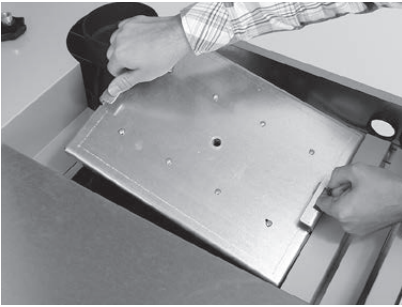

Fig. 107 Deckel herausheben
- Verschraubung beim Deckel aufdrehen und Deckel herausheben – Fig.106, Fig.107.